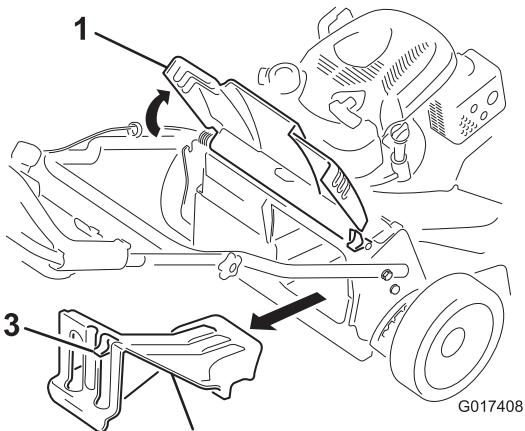

Figura 27
- Levante y sujetete el deflector trasero (Figura 27).
- Retire el tapón de descarga trasero presionando hacia abajo sobre el enganche con el dedo pulgar y extrayendo del tapón de la máquina (Figura 27).